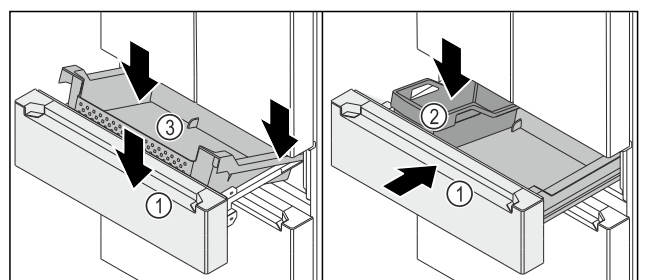

Fig. 142
- Uittrek wagen Fig. 142 (1) is uitgetrokken.
- Bak Fig. 142 (3) achter op de rails rechts en links plaatsen.
- Bak Fig. 142 (3) naar voren iets neerlaten, zodat de bak Fig. 142 (3) de rails rechts en links omvat.
- FlexBox Fig. 142 (2) plaatsen.
- Uittrekwagen Fig. 142 (1) inschuiven.